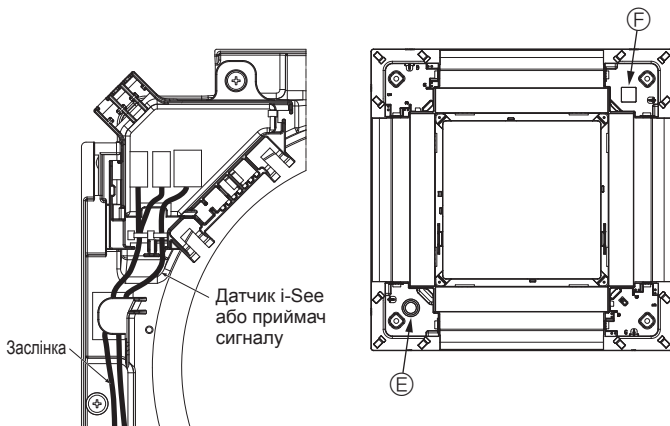

Fig. 10-13
- Прокладіть проводи датчика i-See та приймача сигналу, як показано на Fig. 10-13.